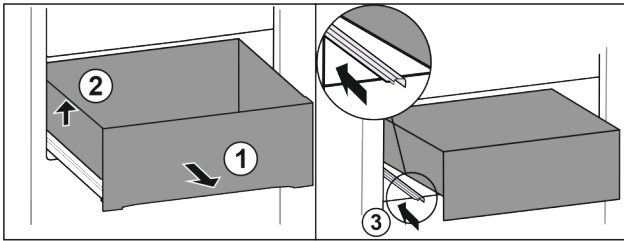

Fig. 184
- ▶ Вытяните выдвижной ящик до упора. Fig. 184 (1)
- ▶ Приподнимите выдвижной ящик слева. Fig. 184 (2)
- ▶ Вставьте левую направляющую. Fig. 184 (3)